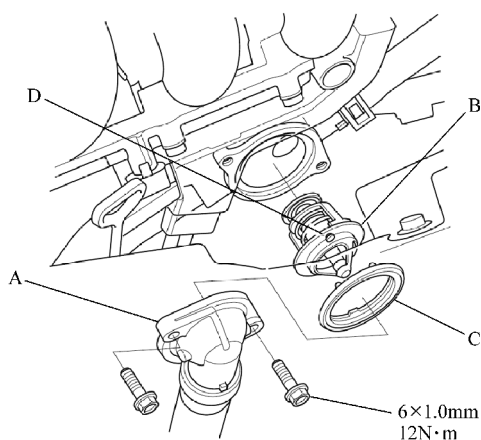

图 21-6 拆卸节温器
2) 拆下节温器盖 A, 然后拆下节温器 B, 如图 21-6 所示。
6) 如图 21-6 所示, 将新的橡胶密封件 C 安装到节温器上, 然后将销 D 朝上安装节温器, 并安装节温器盖。